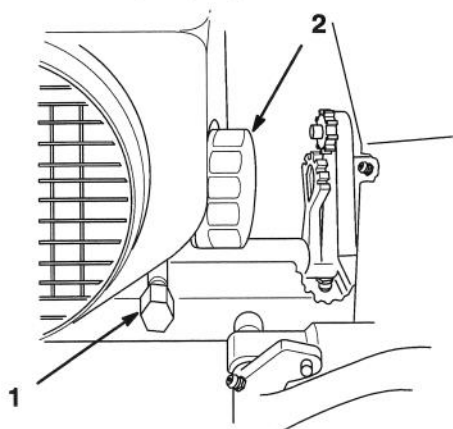

Figure 19
4. Placer un récipient sous l'ouverture de vidange d'huile. Retirer le bouchon pour vidanger l'huile (Fig. 19).